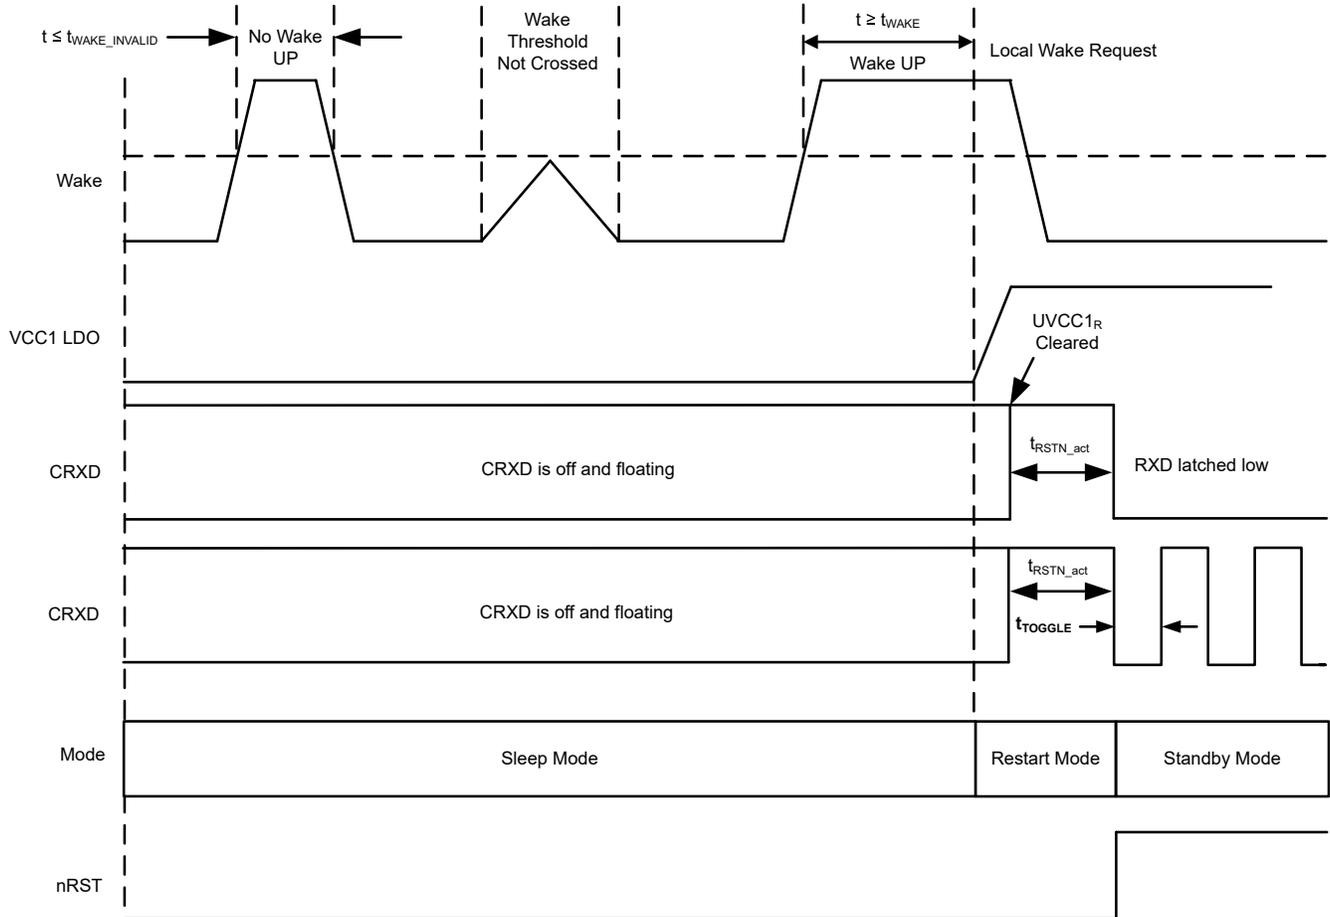
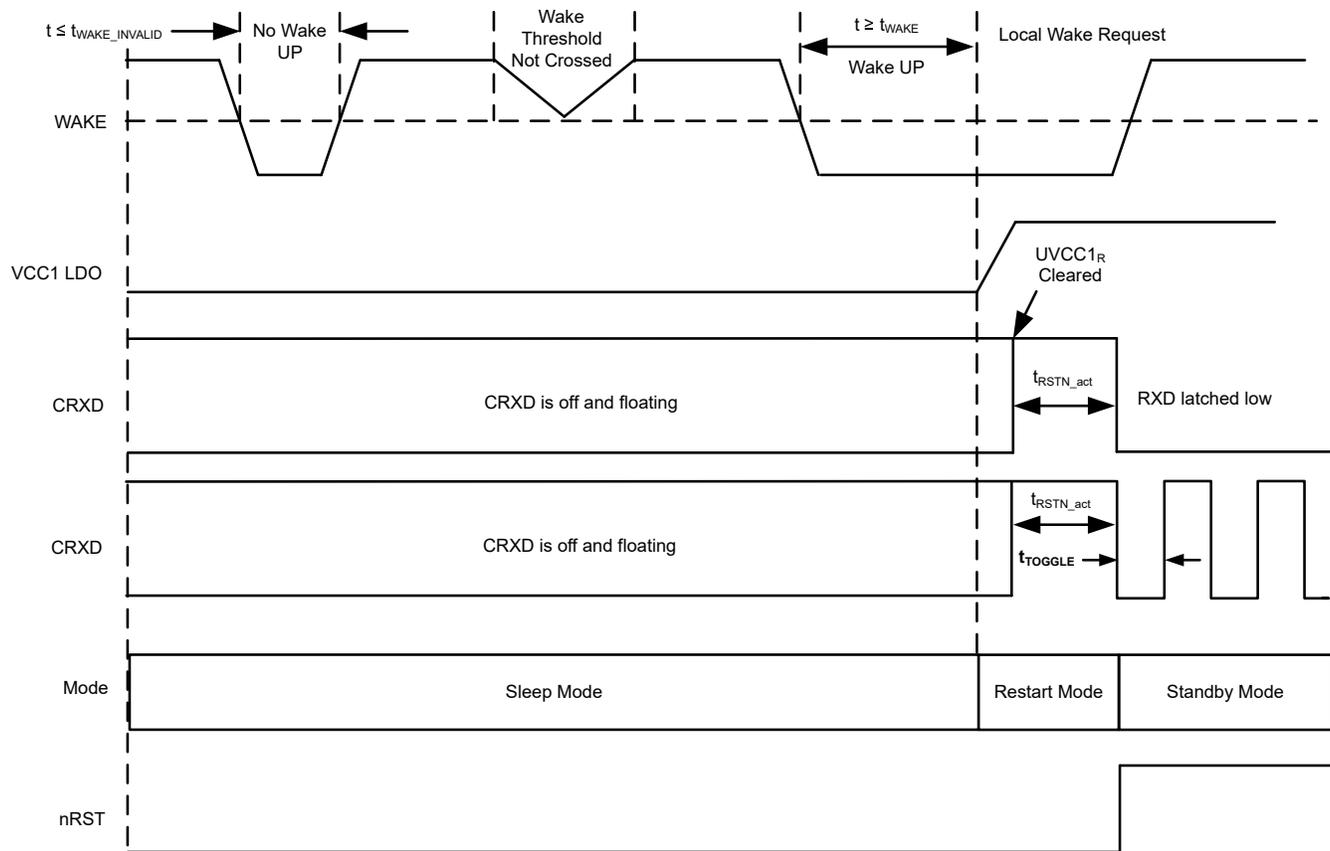

图 8-18. 本地唤醒 - 上升沿
图 8-19. 本地唤醒 - 下降沿
WAKEx 引脚默认为静态检测唤醒（WAKE\_CONFIG2、WAKE\_CONFIG4 和 WAKE\_CONFIG5 寄存器中 WAKEx\_SENSE 寄存器位的默认值）。WAKEx 引脚默认为双向输入，但可通过 WAKE\_CONFIG 寄存器 8'h11[7:6] 配置为上升沿和下降沿转换，具体请参阅图 8-18 和图 8-19。WAKE 引脚是基于接地的唤醒输入，可与开关一起连接到接地或  $V_{SUP}$ 。WAKEx 引脚输入阈值可以基于  $V_{CC1}$  电平，从而允许直接连接到处理器或通过开关连接到  $V_{CC1}$  电源压轨。如果不使用该端子，则将其接地，以避免不必要的寄生唤醒。在器件进入睡眠模式后，WAKEx 端子电压电平需要在  $t_{WAKE}$  时间内一直处于低电平或高电平状态，才能确定 WAKE 输入的状态转换。小于  $t_{WAKE\_INVALID}$  的脉冲宽度会被滤除。
- 图 8-18 和图 8-19 提供了上升沿或下降沿 WAKE 输入的示例。一旦  $VCC1 > UVCC1$  并且进入待机模式，RXD 会被拉至低电平。